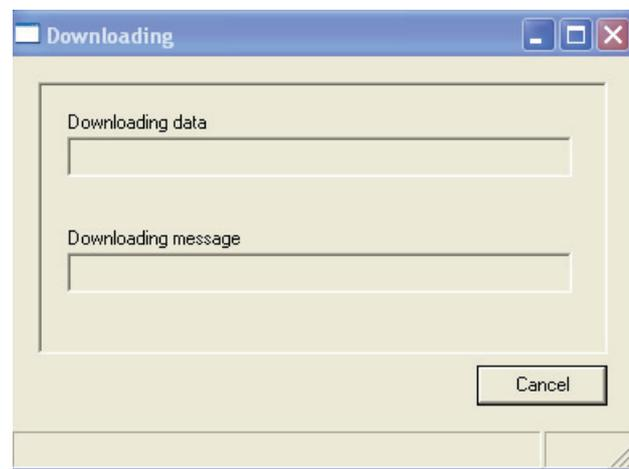

figura 8.20: Ventana Download configuration
- Si hace clic en **No**, el software empezará a descargar la programación del Plena Weekly Timer al ordenador y la ventana Downloading aparecerá (véase figura 8.20). Cuando la descarga haya finalizado, la ventana se cerrará.